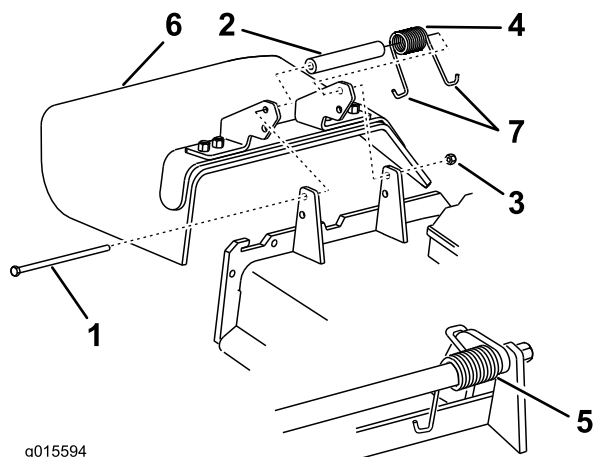

図 1
2. 刈り込みデッキから側方排出用シュートを取り外す 図 1。
1. 側方排出用シュートを刈り込みデッキに固定しているロックナット、ボルト、スペーサ、スプリングを取り外す 図 1。